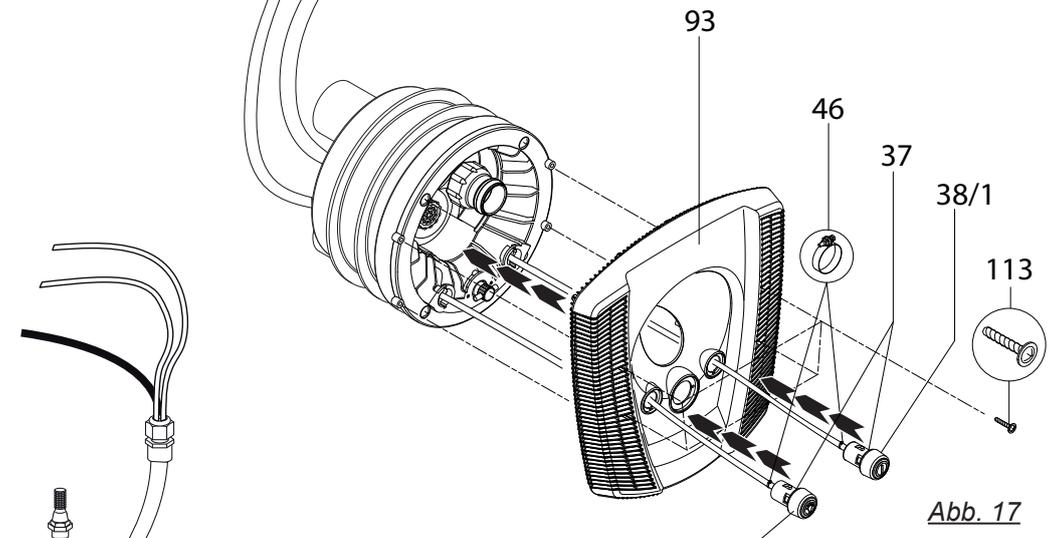

Abb. 17
- 7) Pneumatikschläuche durch die Öffnungen in der Blende (93) führen (Licht EIN-AUS links; Pumpe EIN-AUS rechts) und an den entsprechenden Tastern mit den Schlauchklemmen (46) befestigen. (Abb. 17)
- 8) Blende (93) und mit den vier Schrauben (113) am Düsengehäuse befestigen.